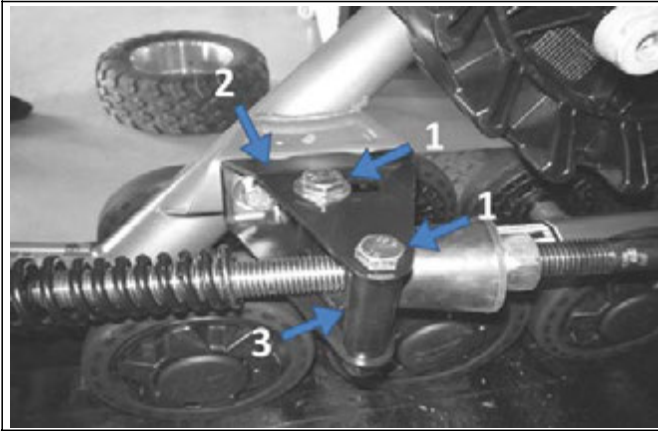

Рис.9
- Ослабить два болта (поз.1) крепления **кронштейна** противовращения (поз.2), чтобы стопор (поз.3) противовращения можно было **поворачивать** на оси (см. Рис. 9).